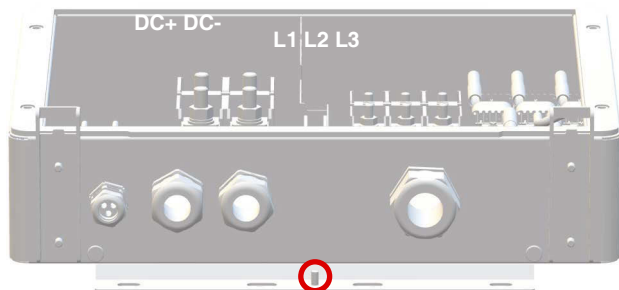

Abb. 10: Anschluss Potentialausgleich
3. Schutzleiter (PE) (siehe Abb. 3) und Potentialausgleichsleiter (siehe Abb. 10) anschließen.